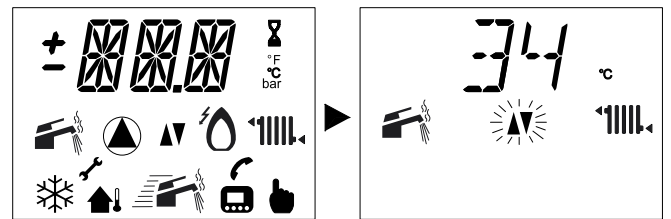

Fig. 5.34
- Una volta verificato entrare nel parametro di programmazione **P04** e verificare a sua volta che il parametro impostato sia **04** ripremendo il pulsante di ripristino 14 in Fig. 5.34.